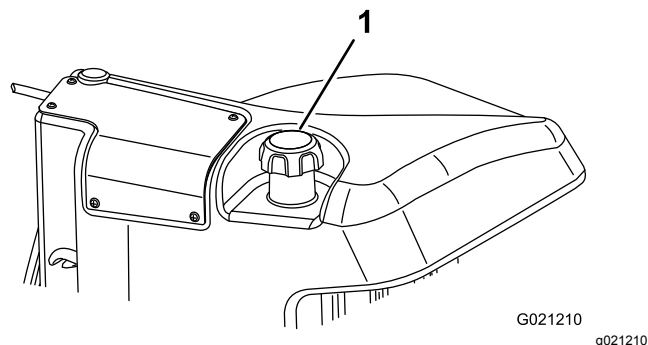

Figure 28
3. Retirez le bouchon du réservoir de carburant (Figure 28).